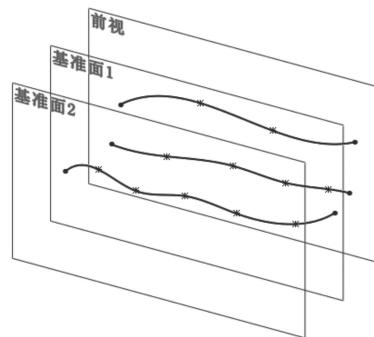

图 6-54 在各基准面上绘制曲线草图
- [3] 在各基准面上绘制曲线草图，如图 6-54 所示。